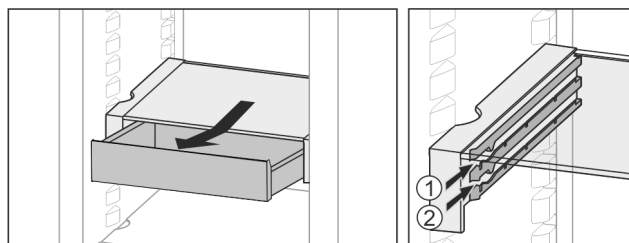

Fig. 24
- Zasuňte v libovolné výšce Fig. 24 (1) nebo Fig. 24 (2).